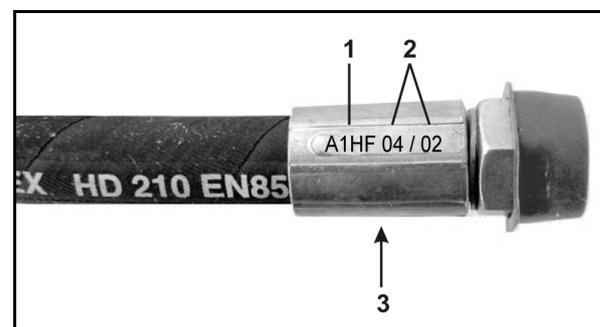

Fig. 28
2. Desapertar os parafusos (Fig. 28/1) e substituir as pás distribuidoras.
1. Retire a cavilha fendida (Fig. 28/2) da cabeça do agitador.